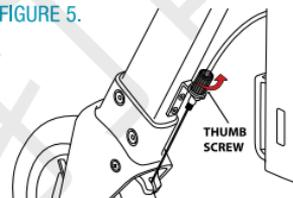

FIGURE 5
5. Tournez la Vis papillon dans le sens inverse des aiguilles d'une montre pour augmenter la résistance du frein; tournez-la dans le sens des aiguilles d'une montre pour diminuer la résistance, comme indiqué sur la FIGURE 5.